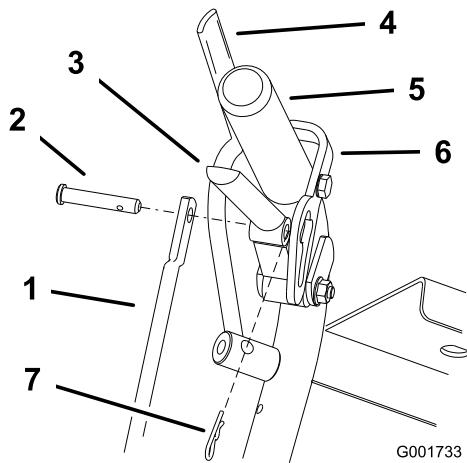

Figure 36
- Ajustez la longueur de la tige en relâchant le levier de déplacement et en enlevant la goupille fendue et l'axe de chape. Tournez la tige dans la fixation (Figure 36).
- Placez l'axe de chape dans le levier de déplacement (Figure 36).
- Placez la goupille fendue entre les leviers de déplacement et les verrous de point mort, et dans les axes de chape (Figure 36).